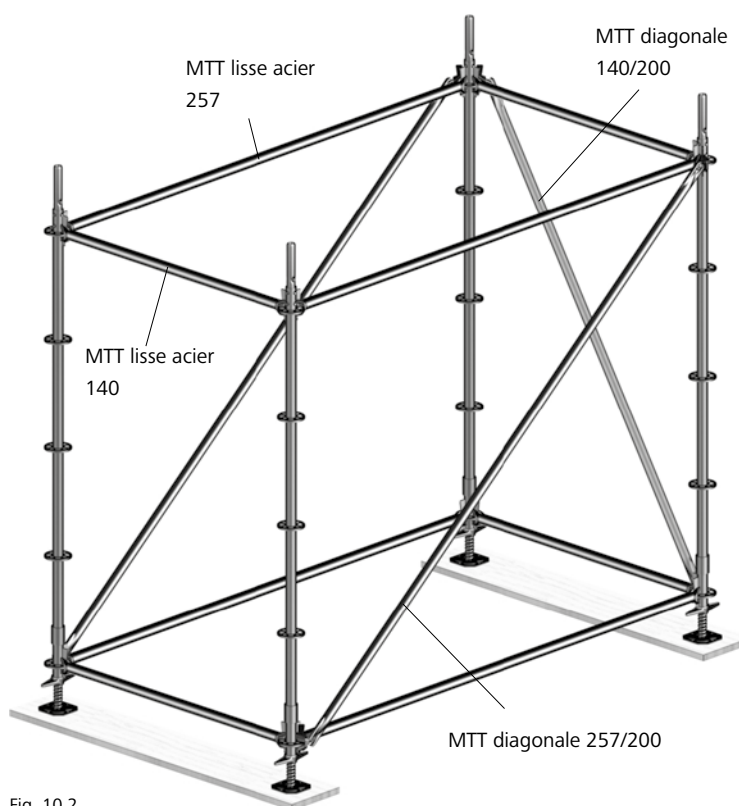

Fig. 10.2
11. Contreventer le cadre avec des diagonales MTT (Fig. 10.2).